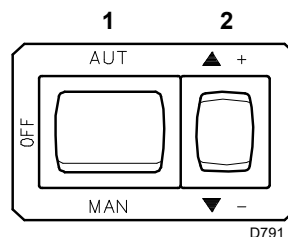
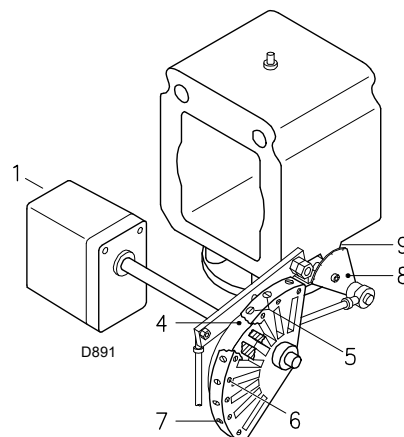
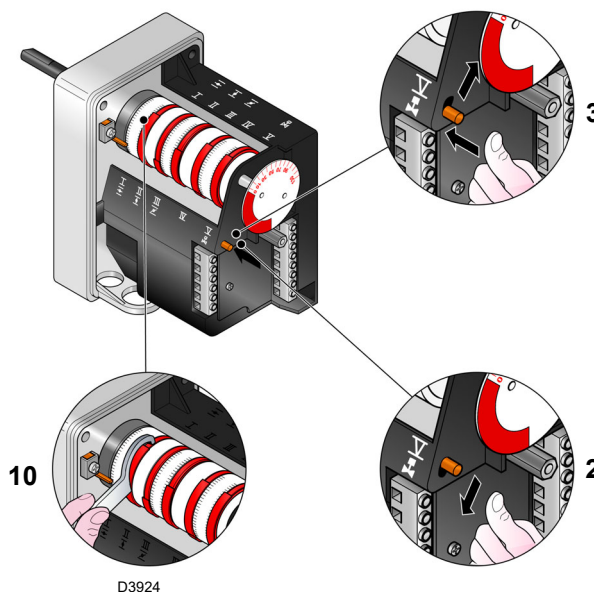
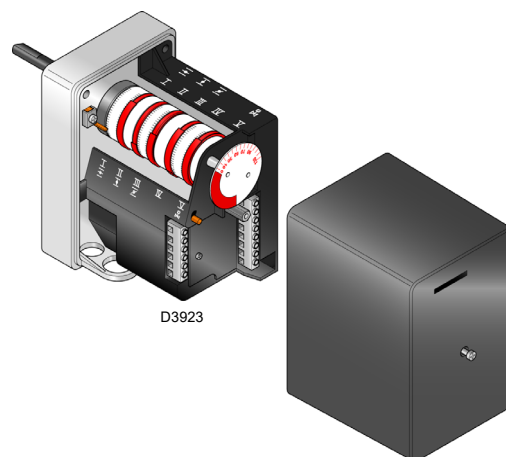

Fig. 35
Fig. 36
Fig. 37
Fig. 38
Cerrar los termostatos/presostatos y colocar el interruptor de la Fig. 35 en la posición "MAN".
La regulación del aire se realiza variando el ángulo de la leva III) (Fig. 38, en pág. 29) y mediante el selector 2)(Fig. 35, en pág. 26).
Para regular la leva del servomotor, consultar Fig. 37.
Apretar ahora el pulsador 2)(Fig. 35, en pág. 26) "aumento de potencia" y mantenerlo apretado hasta que el servomotor haya abierto el registro del aire y la válvula de mariposa del gas.
La regulación del aire se realiza variando el ángulo de la leva I) (Fig. 38, en pág. 29) y mediante el selector 2)(Fig. 35, en pág. 26).
Leyenda (Fig. 36)
La potencia MÍN se elige dentro del campo de trabajo que se indica en la Fig. 2, en pág. 9. Presionar el pulsador 2)(Fig. 35, en pág. 26) "Disminución potencia" y mantenerlo presionado hasta que el servomotor alcanza (Fig. 37) la regulación de fábrica.
Variar progresivamente el perfil inicial de la leva mecánica 4)(Fig. 36) utilizando los tornillos 5)(Fig. 36).
Regular nuevamente la potencia a 800 kW interviniendo en los tornillos 5) de la leva mecánica (Fig. 36, en pág. 27) y controlar las emisiones.
La regulación se realiza variando el ángulo de la leva III) del servomotor (Fig. 38, en pág. 29) y mediante el selector 2)(Fig. 35, en pág. 26).
Para la regulación de la leva III, ver Fig. 37.
El paso de una posición a la siguiente se obtiene manteniendo apretado el pulsador 2) en el símbolo (+) o (-) (Fig. 35, en pág. 26). Presionar apenas el pulsador 2)(Fig. 35, en pág. 26) "Aumento potencia" de modo que el servomotor gire aproximadamente 20°, ver la escala graduada del servomotor Fig. 37 y la escala graduada de los registros del aire 5)(Fig. 36 en pág. 27).
Enroscar o desenroscar el tornillo 5) de la leva mecánica (Fig. 36, en pág. 27) elegida para aumentar o disminuir el caudal de aire, para adecuarla al caudal de gas necesario y obtener así una óptima combustión.
Apagar el quemador desde el interruptor 1)(Fig. 35), posición OFF, liberar la leva mecánica I)(Fig. 38) para separar los engranajes del servomotor, presionando y desplazando hacia abajo el pulsador 3)(Fig. 37) y verificar varias veces, girando manualmente la leva mecánica I)(Fig. 37) hacia adelante y hacia atrás, que el movimiento sea suave y sin atascamientos.
Se recomienda montar nuevamente la leva mecánica 5)(Fig. 36 en pág. 27) en el servomotor, desplazando hacia arriba el pulsador 3)(Fig. 37).
- 6s:** Arranque servomotor: gira hacia la derecha 130°, o sea, hasta la intervención del contacto en la leva I (Fig. 38, en pág. 29). El registro del aire se posiciona en la potencia MÁX.
- 80s:** El servomotor gira hacia la izquierda hasta el ángulo regulado en la leva III (Fig. 38, en pág. 29) para la potencia MÍN.
- 112s:** El registro del aire y la válvula de mariposa del gas se sitúan en la potencia MÍN. (con leva III) (Fig. 38, en pág. 29) a 30°.